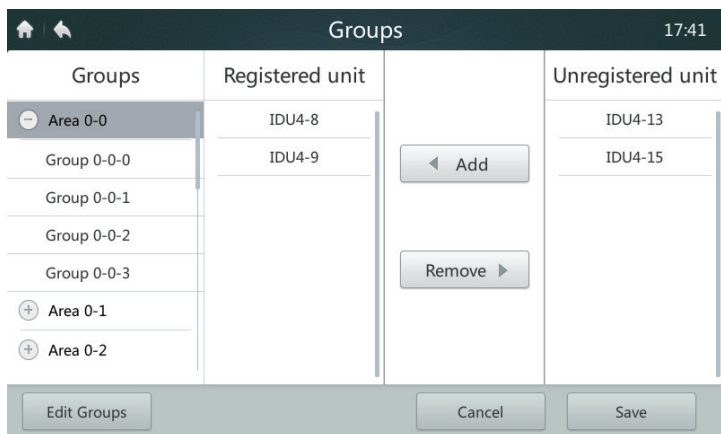

Figura 40 Página inicial 2 da página de visualização em grupo
1. Primeiramente, o usuário precisa criar grupos. Em seguida, a página de visualização de grupo é exibida, como mostrado na Figura 40.
2. Toque para selecionar o grupo à esquerda para adicionar ou excluir IDUs, como mostrado na Figura 40.
3. Toque para selecionar um grupo na lista de dispositivos sem grupo à direita, como mostrado na Figura 40. Toque no botão **“Add” (Adicionar)** para adicionar o dispositivo ao grupo selecionado. O dispositivo será exibido na lista de dispositivos em grupo.